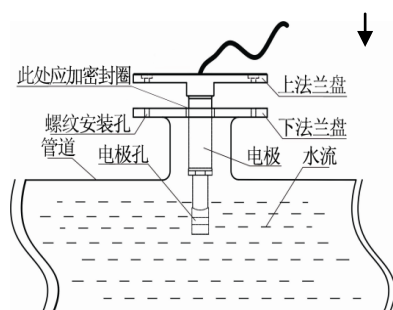

图 4.3.2
2) 先给管道下法兰盘入孔垫上合适的密封圈，然后将上法兰盘装入管道中，如下图 4.3.2 所示：